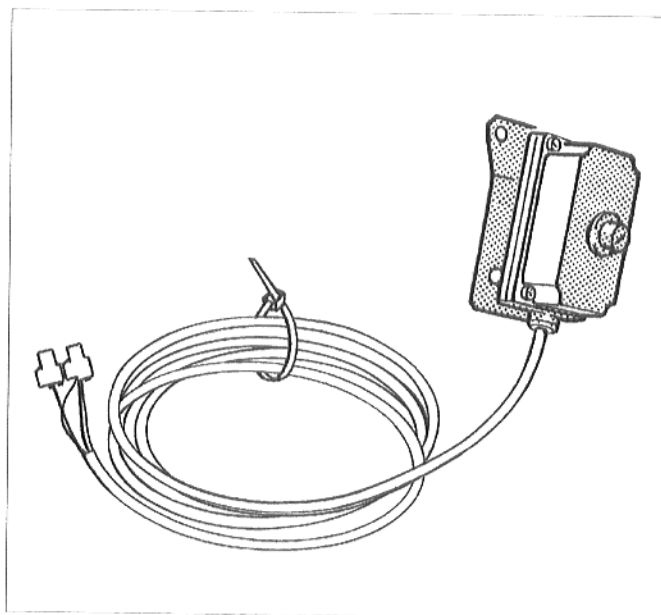

Abb. 1: Abgasüberwachung AW10
- Abgasüberwachung AW10 (Abb. 1)